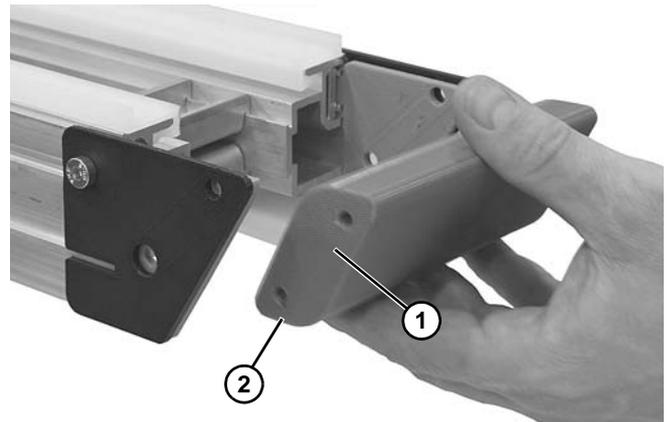

Figure 64
2. Retirer la barre (**Figure 64, élément 1**), la retourner de 180° et la réinstaller.
*La barre peut être retournée de 180° afin d'utiliser la deuxième surface (**Figure 64, élément 2**).*